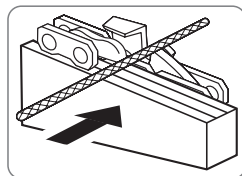

Fig. 8
4. Limez toujours de l'intérieur vers l'extérieur, en guidant la lime de l'intérieur de la dent vers l'extérieur et en la soulevant lors du mouvement de retour (fig. 8).